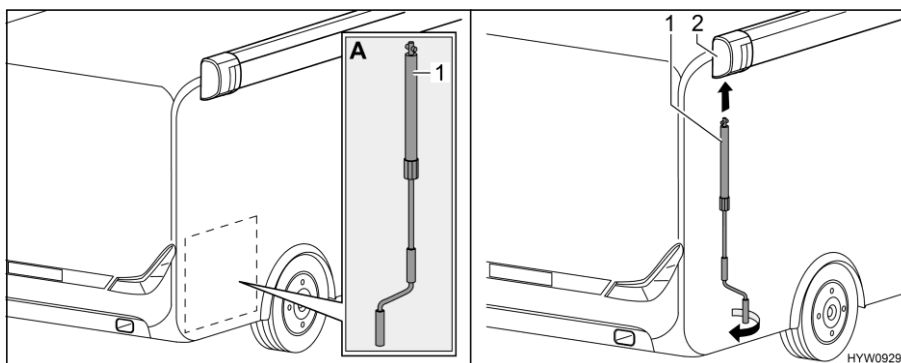

Fig. 46 Mettre la manivelle en place
- Prendre la manivelle (Fig. 46,1) dans le garage arrière (Fig. 46,A).
- Emboîter la manivelle dans la douille à baïonnette (Fig. 46,2) du store extérieur.